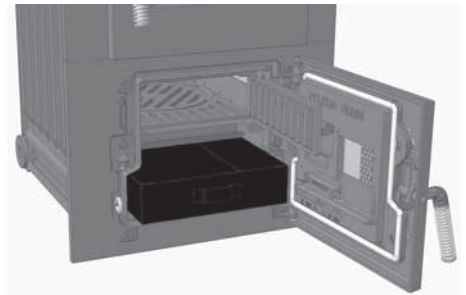

Abb. 3.17 Stehplatte und Entaschung bei Kohlefeuerung
- Um den Rost von Schlackerrückständen wie Steinen, Kohleschnecken und anderem zu befreien, wird die Stehplatte (siehe Abb. 3.17) geöffnet. Danach ist die Rosteinrichtung frei zugänglich und kann mit einem Schürhaken gesäubert werden.
- Die eigentliche Entaschung erfolgt über die Stehplattenöffnung (siehe Abb. 3.17) in den vorgezogenen Aschekasten.